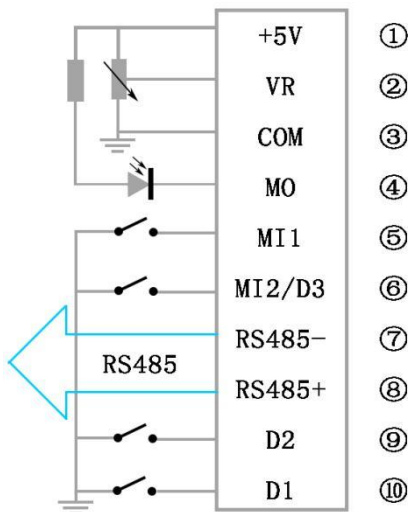

图 2: 控制信号接口图
2.3. 外接接口,如图 2 所示。下述接口在面板设置外接接口功能时才能起作用。